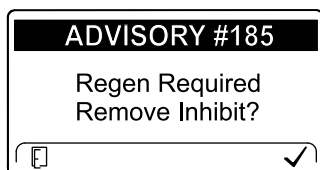

Рисунок 65
**Примечание:** Если вы установите в инфо-центре запрет регенерации, на экране через каждые 15 минут будет отображаться ИНФОРМАЦИОННОЕ СООБЩЕНИЕ № 185 (Рисунок 65), и двигатель будет запрашивать регенерацию со сбросом.